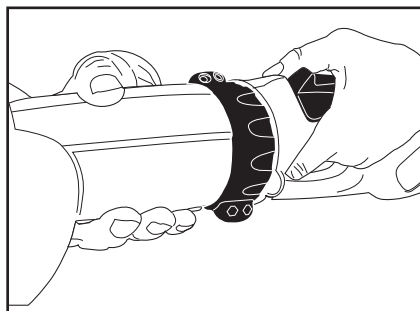

Figura 4
2. Inserte el extremo macho de la interfaz del mango de potencia en el enchufe hembra que está en el extremo del accesorio de la herramienta y verifique que esté asentado firmemente. (ver figura 4). La interfaz está acuñada para que sólo encaje de un modo. El mango y la herramienta deben encajar fácilmente. Si tiene problemas para ensamblarlas, verifique que los pasadores del mango estén alineados correctamente con las ranuras de la herramienta.